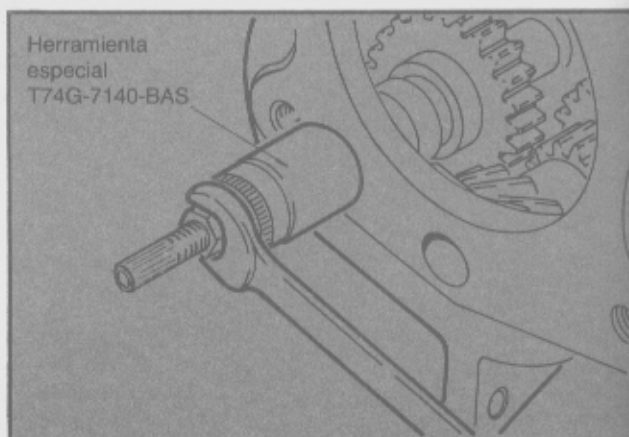

Fig. 21 - Extracción del contraeje de retroceso.
- Retirar el eje del engranaje intermediario de marcha atrás utilizando la herramienta especial T74G-7140-BAS (Fig. 21).